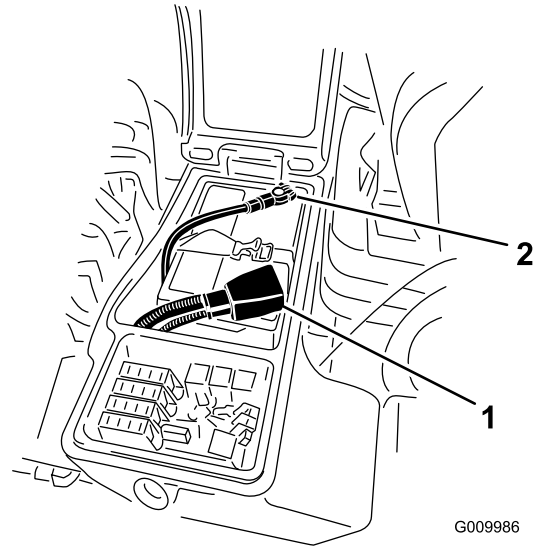

图 59
3. 从负极 (-) 电池端子取下负极接线黑色从正极 (+) 电池端子取下正极接线红色图 59。
6. 将正极红色接线连接到正极 (+) 电池端子负极黑色接线连接到负极 (-) 电池端子 (图 59)。